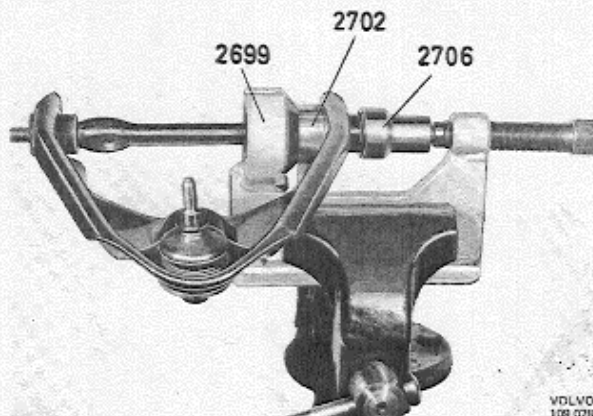

Abb. 40 Einbau der zweiten Querlenkerbuchse,
4. Querlenkerachse einführen und die andere Buchse mit der Hülse 2702 und dem Dorn 2706 gem. Abb. 40 einpressen. Darauf achten, daß die Querlenkerachse in der Aussparung des Gegen-halters einrastet.
5. Scheiben (2) auf die Achse schieben und die Verschlußmutter (1) aufschrauben. Muttern erst nach Einbau des Querlenkers endgültig fest-ziehen.